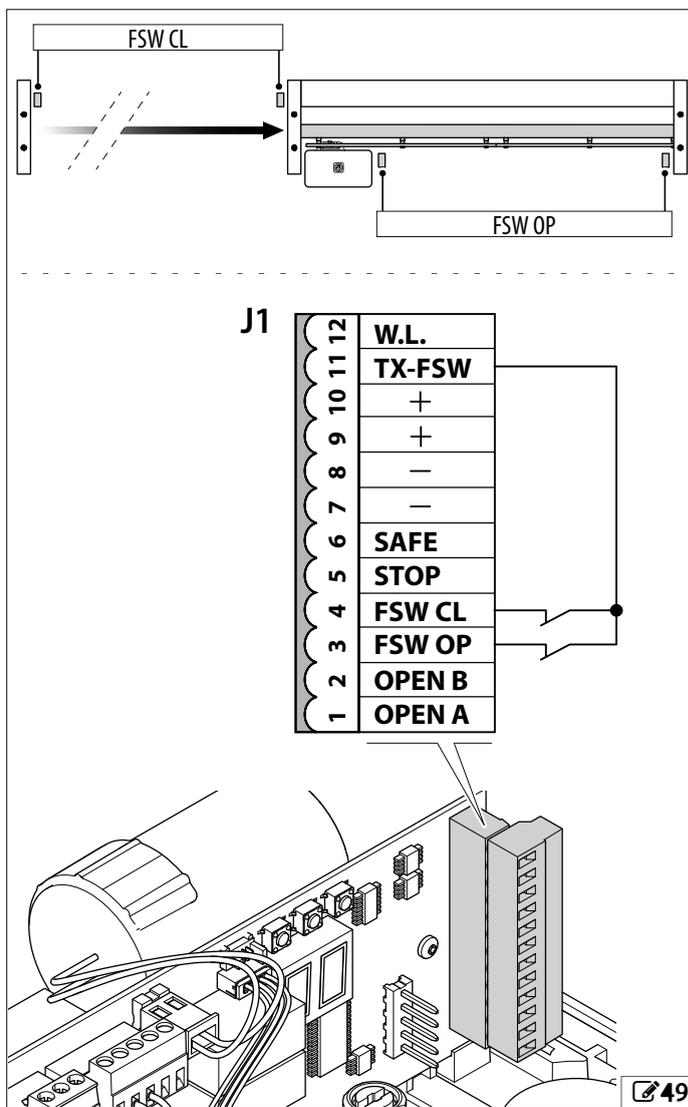

рис. 49
Использовать фотоэлементы с контактом реле NC. Если используются несколько фотоэлементов, контакты должны быть подключены последовательно. Если входы фотоэлемента не используются, они должны быть подключены к клемме TX-FSW (рис. 49).
2. (рис. 49). Запрограммировать способ работы автоматики при срабатывании фотоэлементов: функции Ph, OP в расширенном программировании.